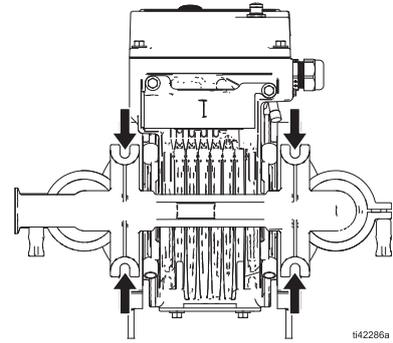

图 5：安装孔
使用紧固件穿过泵底座上每个支撑脚的孔，将泵固定到安装表面上。参考图 5。
3. 对于所有安装，确保将紧固件穿过底座安装孔，将泵紧固。参考图 5。参见从第 49 页开始的尺寸。
为避免泵的损坏，使用紧固件穿过泵底座上每个支撑脚的孔，将泵固定到安装表面上。参考图 5。